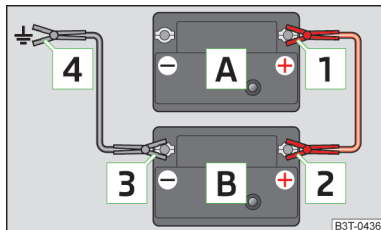

Bild 115
- Fäst klämman **1** till pluspolen på det urladdade batteriet **A** » bild 115.